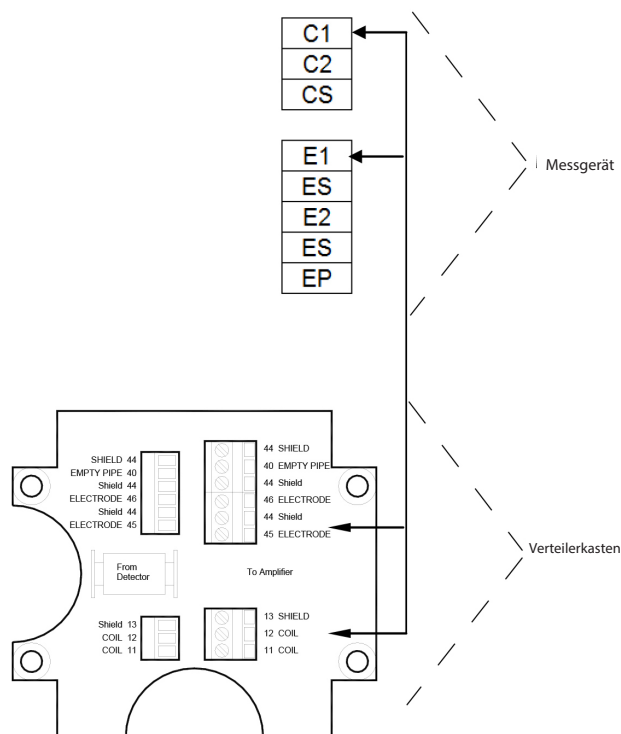

Abbildung 26: Verbindung der abgesetzten Version
3. Wie in *Abbildung 26* gezeigt anschließen.